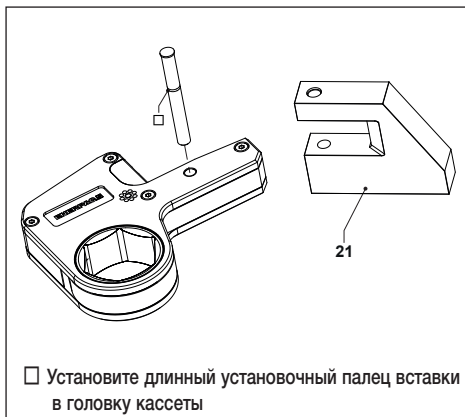

Рис. 7
3.4.2 Присоединение опорной лапы серии WRP (рис. 7)
- Установите кассету в прорезь опорной лапы серии WRP (21), совместив отверстия в лапе с отверстиями в кассете.